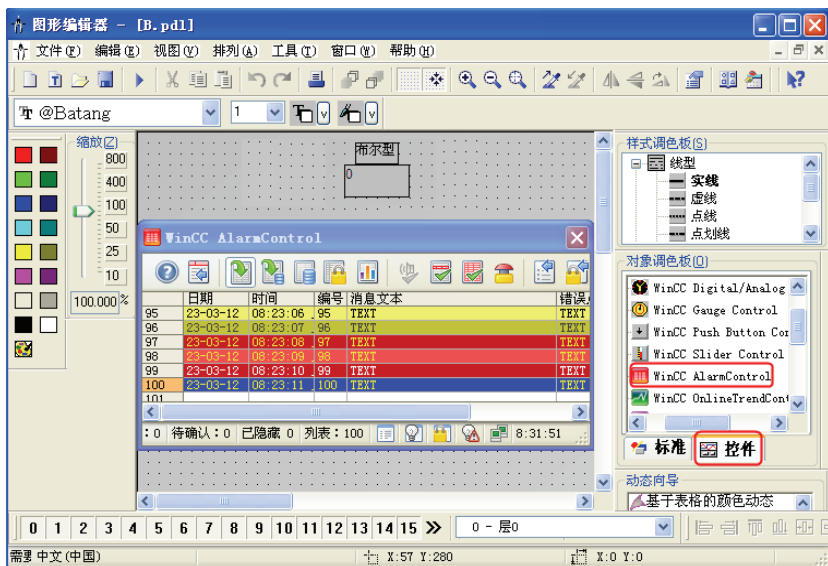

图 6-17 向画面中插入“WinCC AlarmControl”控件
1) 如图 6-17 所示，在“对象调色板”中，先选中“控件”，再选中“WinCC